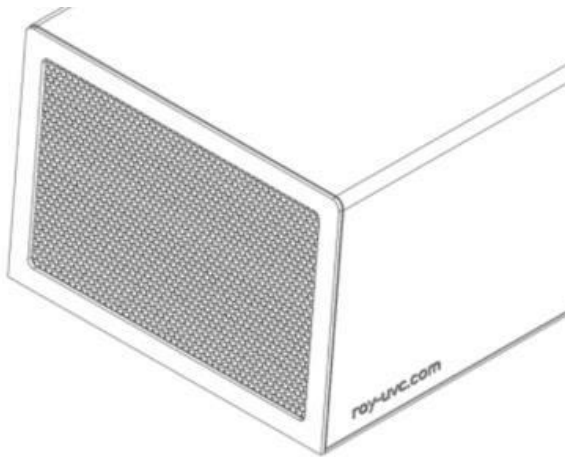

figure 1 : connecteur d'alimentation et interrupteur
3. Les grilles d'entrée et de sortie d'air -figure 1- sont réalisées dans un matériau spécial : éviter les chocs pour ne pas les endommager.